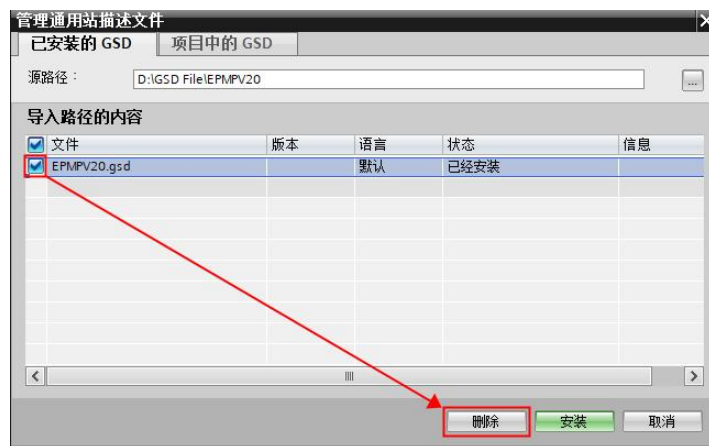

图 9 删除 GSD 文件
9. 如需删除 GSD 文件只需选中需要删除的文件并点击“删除”，如图 9 所示：